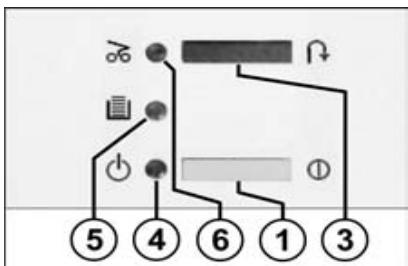

fig. 1
- 1 = Interrupteur à poussoir "prêt à fonctionner" (fig. 1)
3 = Interrupteur à poussoir "arrêt" / "marche arrière" (fig. 1)
4 = Voyant de contrôle "prêt à fonctionner" (fig. 1)
5 = Voyant de contrôle "récepteur plein" / "porte ouverte" (fig. 1)
6 = Voyant de contrôle "bourrage" (fig. 1)
- Appuyer sur l'interrupteur à poussoir (1) (fig. 1) de la machine. Le voyant de contrôle (4) (fig. 1) s'allume.
Si la corbeille de réception est pleine, la machine s'arrête automatiquement. Le voyant lumineux (5) (fig. 1) s'allume. Videz le réceptacle comme suit:
- Placer un sac vide et refermer la porte. Le voyant de contrôle (5) (fig. 1) s'éteint.